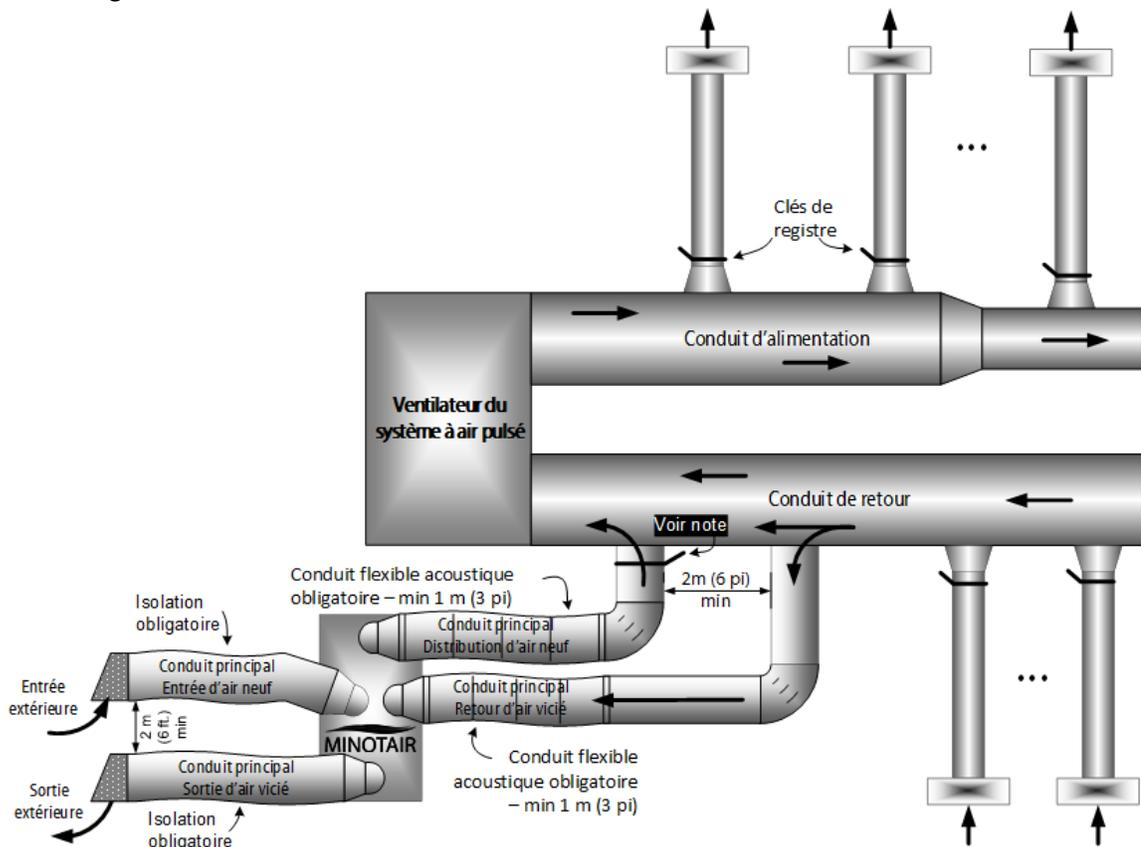
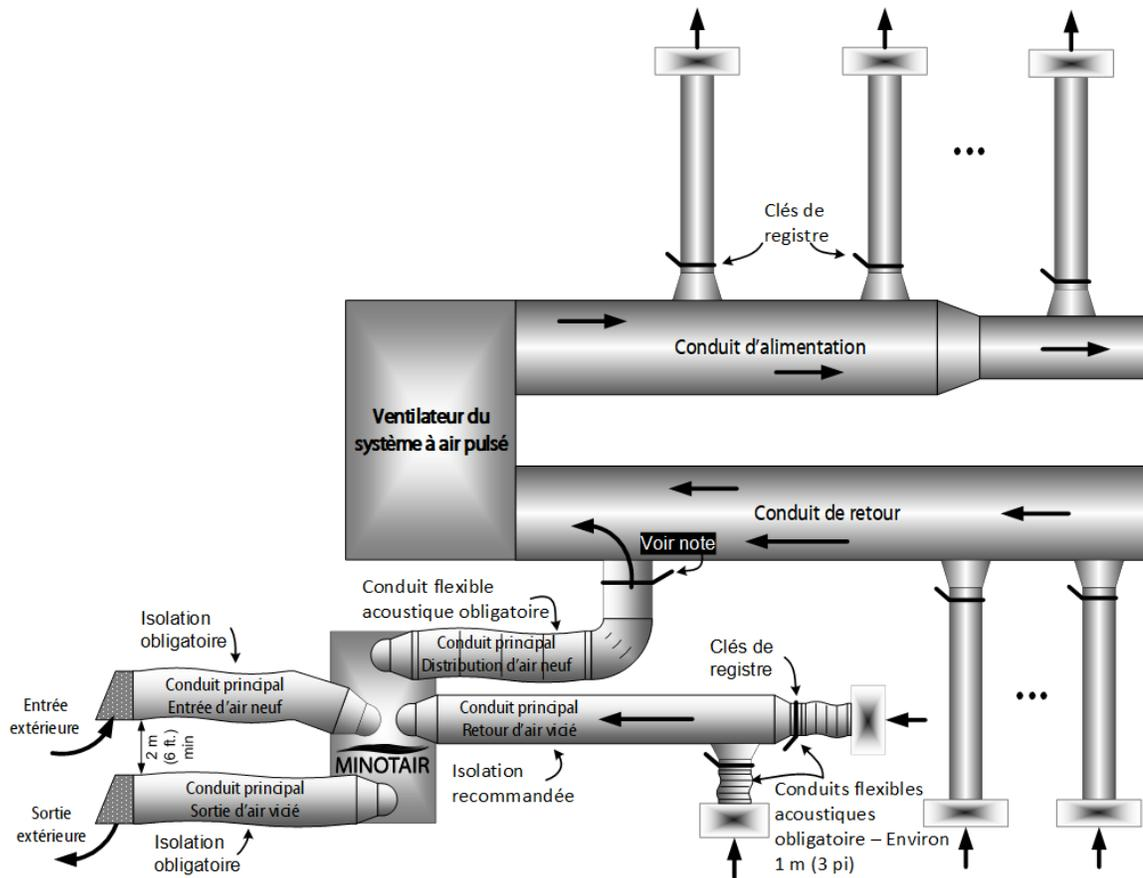

Figure 9 - Branchement à un système de ventilation à air pulsé – méthode simplifiée.
Figure 10 - Branchement à un système de ventilation à air pulsé – extraction à la source.
- Si ce n'est pas le cas (*c.-à-d. la pression est égale à 0,0 po H₂O (0 Pa) ou moins*), vous devrez installer une clé de registre (Figure 9 et Figure 10) et l'ajuster jusqu'à ce que la pression statique indique 0,1 po H₂O (25 Pa).